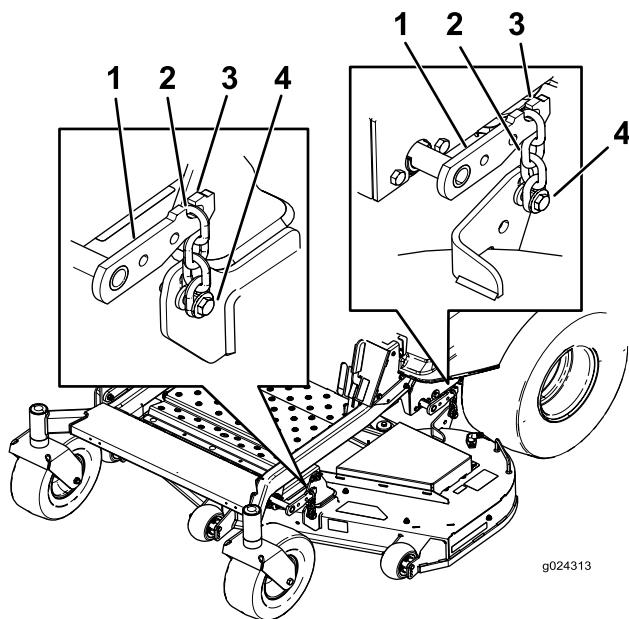

Figura 77
- Retire las cadenas de los ganchos de los brazos de elevación de la carcasa (**Figura 77**).
6. Eleve la parte trasera de la carcasa del cortacésped y conecte las cadenas a los brazos de elevación traseros (Figura 77).
7. Conecte las cadenas delanteras a los brazos de elevación delanteros (Figura 77).